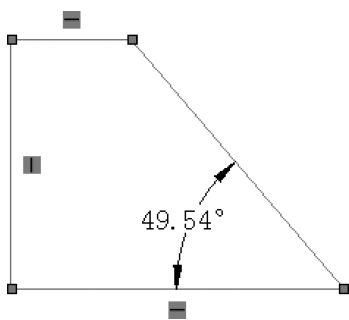

图 2-40 生成角度尺寸
5) 单击鼠标左键确定所需尺寸数值的位置，生成如图 2-40 所示的角度尺寸。